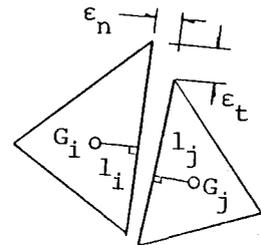

図2 要素境界線でのひずみ
①応力-ひずみ関係 要素境界において、応力-ひずみ関係は次式で与えられる（図2参照）。